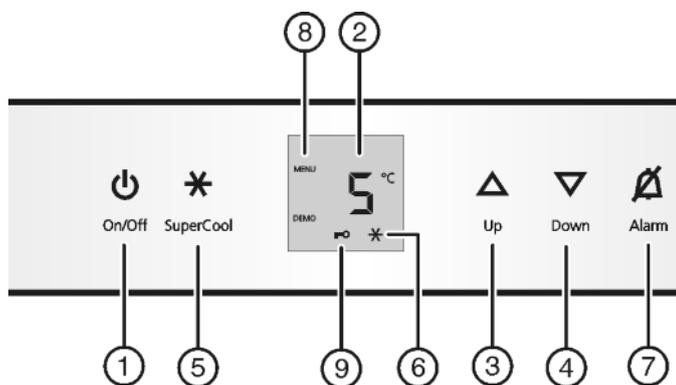

Fig. 2
- ▶ Appuyer sur la touche On/Off Fig. 2 (1).
- ▶ Activer le mode de réglage : appuyer env. 5 sec. sur la touche SuperCool Fig. 2 (5).
- ▶ Pour confirmer, appuyer brièvement sur la touche SuperCool Fig. 2 (5).
- ▶ appuyer brièvement sur la touche SuperCool Fig. 2 (5) pour activer la sécurité enfants.
- ▷ Le symbole Sécurité enfants Fig. 2 (9) est allumé. L'affichage **c** clignote.
- ▶ appuyer brièvement sur la touche SuperCool Fig. 2 (5) pour désactiver la sécurité enfants.
- ▷ Le symbole Sécurité enfants Fig. 2 (9) s'éteint. L'affichage **c** clignote.
- ▶ Désactiver le mode de réglage : appuyer sur la touche On/Off Fig. 2 (1).
- ▶ Appuyer sur la touche Alarme Fig. 2 (7).
- ▶ Augmenter la température : appuyer sur la touche de réglage Up Fig. 2 (3).
- ▶ Diminuer la température : appuyer sur la touche de réglage Down Fig. 2 (4).
- ▶ Appuyer brièvement sur la touche SuperCool Fig. 2 (5).
- ▷ Le symbole SuperCool Fig. 2 (6) s'allume sur l'affichage.